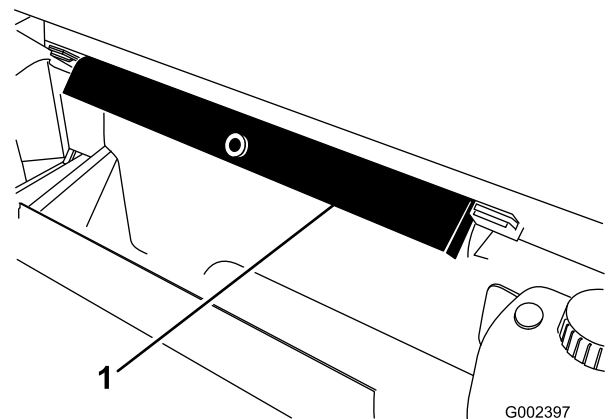

Bild 45
6. Nehmen Sie die Pritschenstütze aus den Einlagerungshalterungen hinten am Überrollschutz (Bild 45).